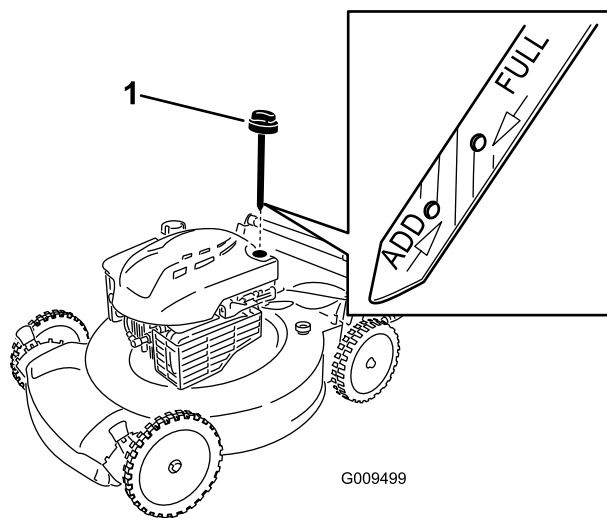

Figura 8
1. Togliete l'asta di misurazione del livello dell'olio, asciugatela ed inseritela a fondo nel foro (Figura 8).
2. Estraete l'asta e controllate il livello dell'olio (Figura 8). Se il livello dell'olio è inferiore alla tacca **Add** sull'asta, versate **lentamente** dell'olio nel foro del bocchettone fino a portarne il livello alla tacca **Full** sull'asta. **Non riempite troppo.** (Riempimento massimo: 0,59 litri, tipo: olio detergente SAE 30